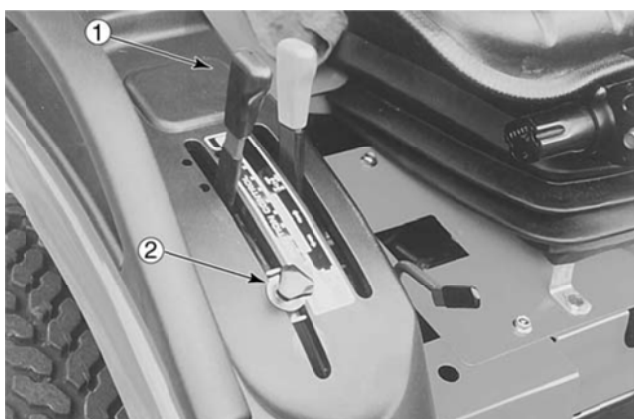

Рис. 34 (ручка управления ГП)
Ручка управления ГП расположена на правой панели (см. рис. 34). С помощью ручки регулируется положение обоих подъемных рычагов. Чтобы опустить рычаги, переместите ручку ГП (1) вперед. Чтобы поднять, переместите ее назад. Регулируемый упор (2), расположенный в кулисе ручки ГП, позволяет ручке возвращаться в прежнее положение.